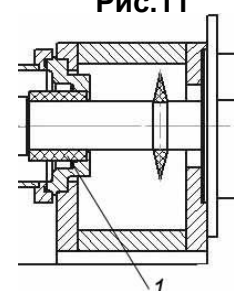

Рис.12
14. Снять с вала поджимную пружину торцевого уплотнения 1 (рис.12);
15. Снять торцевое уплотнение с переходного вала (рис.12).